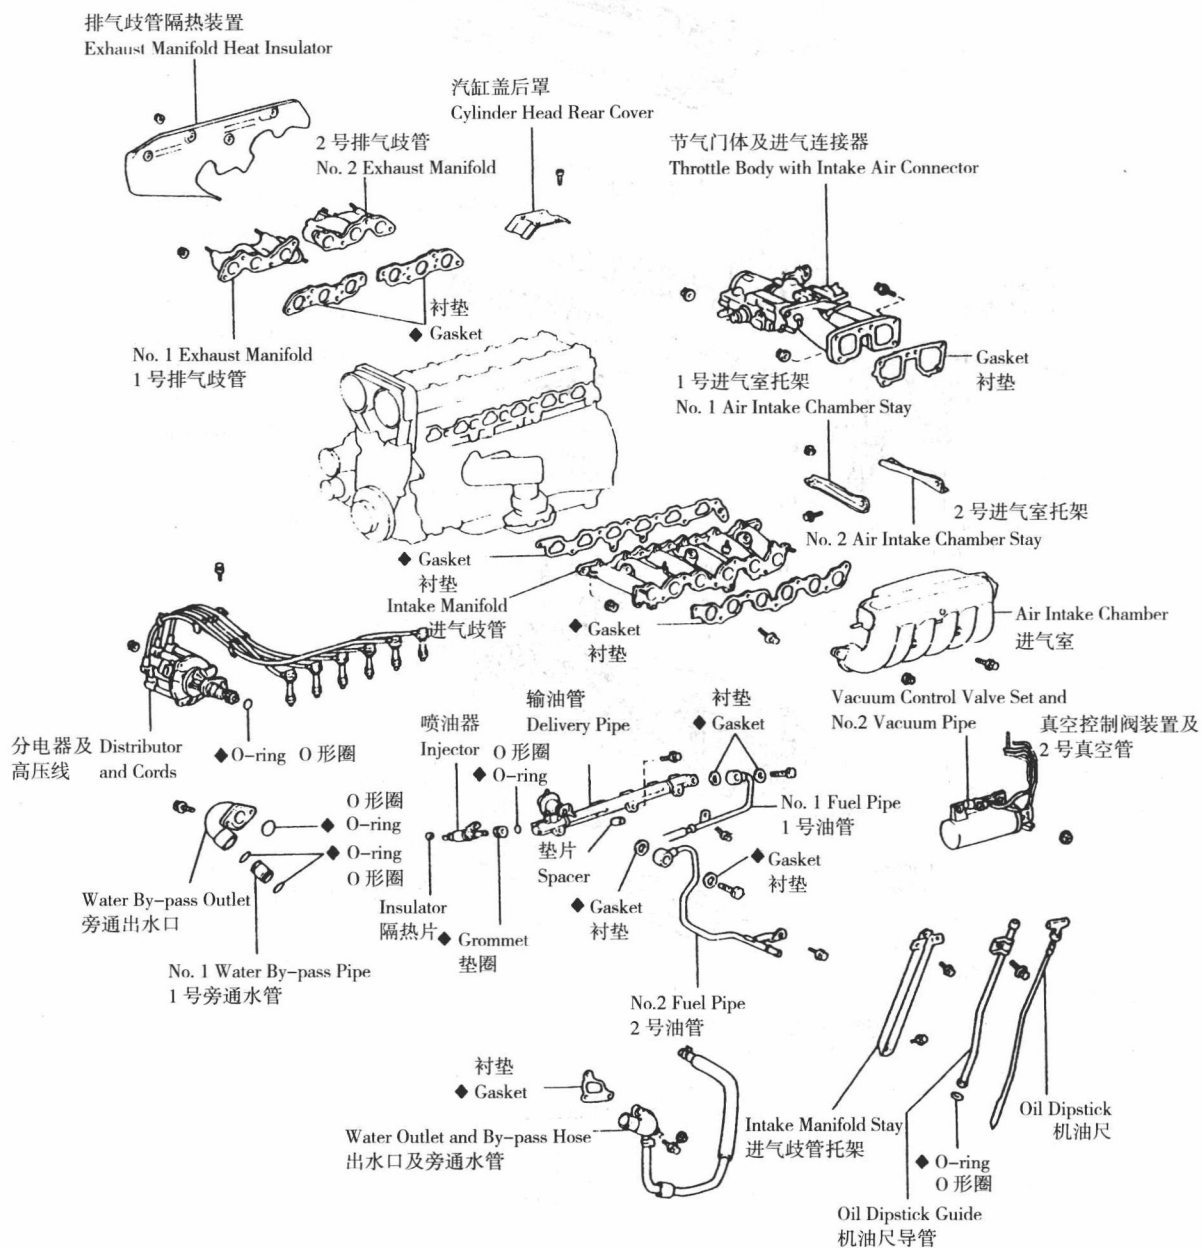
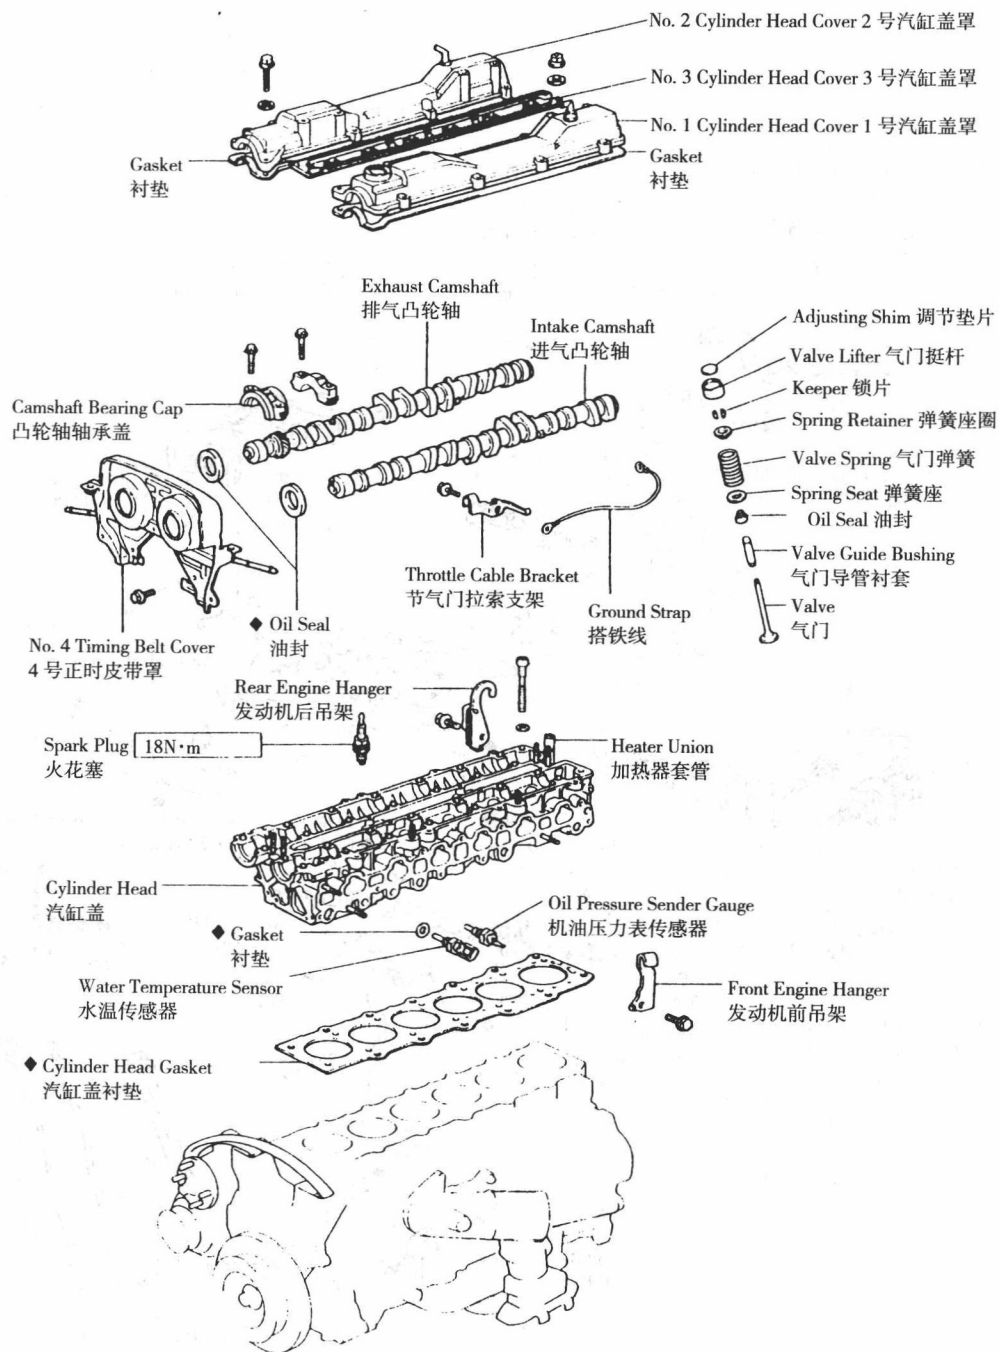

图 1-9 汽缸盖 (CYLINDER HEAD) (1)
图 1-10 汽缸盖 (CYLINDER HEAD) (2)
2. 汽缸盖 (CYLINDER HEAD) (图 1-9 和图 1-10)